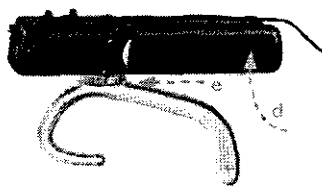

Fig. 19 Cerrando el porta baterías
- 5) Para cerrar el porta baterías (ver Fig. 19) ponga la tapa en la carcasa de tal forma que sobresalga 3 mm la parte trasera del procesador (d). Cuando la tapa se coloque correctamente, se puede empujar hacia delante (e), y se coloca en su sitio. No haga mucha fuerza al cerrar el porta baterías, ni lo coloque muy atrás de la posición indicada. Esto podría dañar el porta baterías.